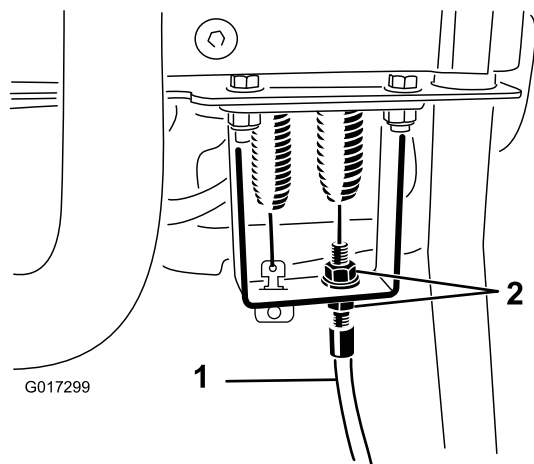

Figura 46
4. No anteparo da alavanca de controlo, soltar o cabo de controlo do cilindro até haver folga no cabo (Figura 46).